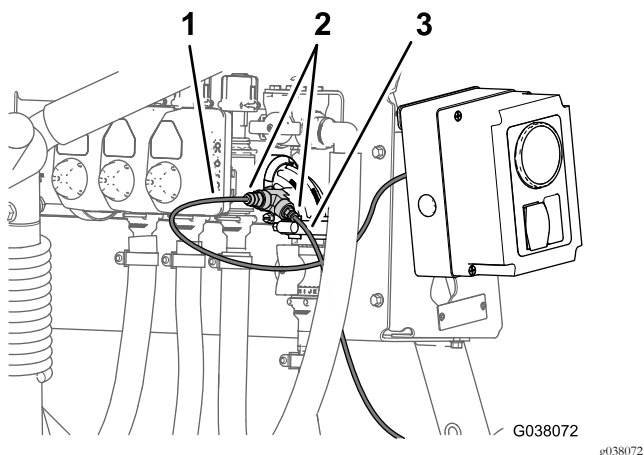

Figura 125
1. Alinhe a extremidade do tubo sensor de pressão (plástico) para o indicador de pressão no painel com o anel de tensão do acoplador na união em T (Figura 125).
2. Insira o tubo no anel de tensão até o tubo estar devidamente colocado (Figura 125).
3. Alinhe a extremidade do tubo sensor de pressão (plástico) para o indicador de pressão na caixa de controlo do kit de pistola de pulverização ou kit de cilindro de tubagem com o anel de tensão do acoplador na união em T (Figura 125).
4. Insira o tubo no anel de tensão até o tubo estar devidamente colocado (Figura 125).